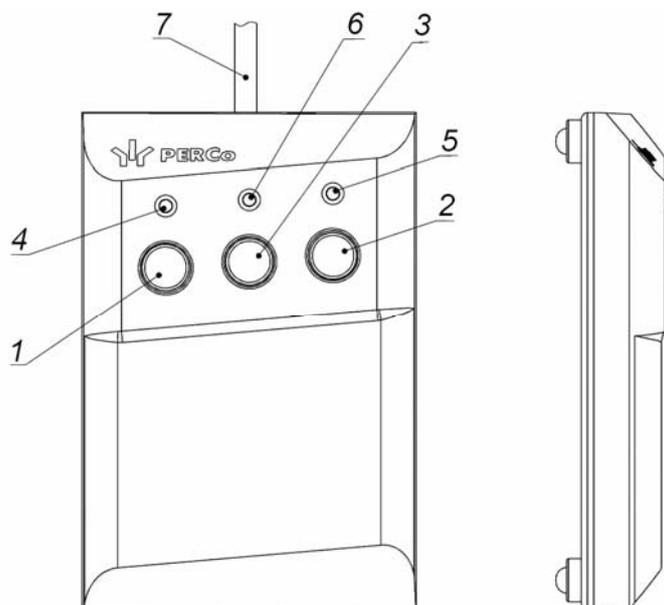

Рисунок 3. Общий вид ПДУ
ПДУ (13) выполнен в виде небольшого настольного прибора в корпусе из ударопрочного АБС-пластика и предназначен для задания и индикации режимов работы при ручном управлении ЭП. Внешний вид ПДУ показан на рис. 3.